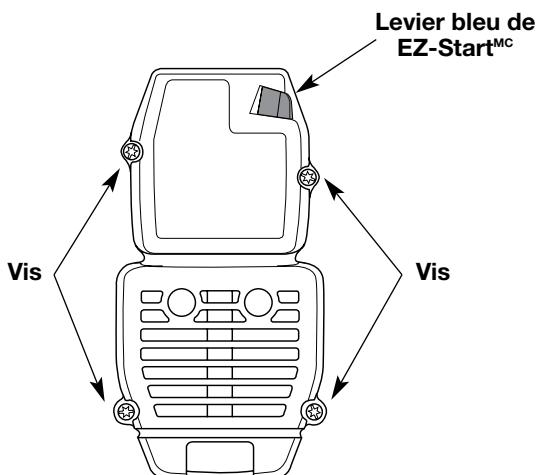

Fig. 36
- Retirez les quatre (4) vis retenant le filtre à air/couvercle du silencieux (Fig. 36). Servez-vous d'un tournevis à lame plate ou à mèche no. 20 Torx.
- Insérez les quatre (4) vis dans les trous du filtre à air/couvercle du silencieux (Fig. 36) et vissez sans trop serrer.